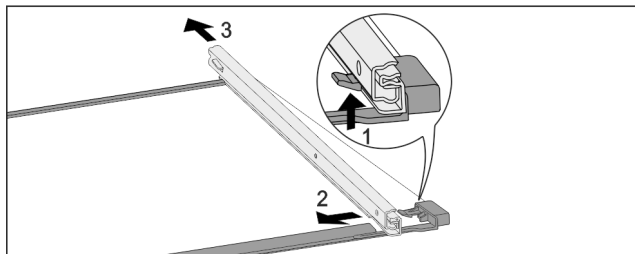

Fig. 237 Glasplatte mit Schienen
- Vorderen Rasthaken nach oben drücken. Fig. 237 (1)
- Auszugsschiene zur Seite Fig. 237 (2) und nach hinten Fig. 237 (3) wegschieben.